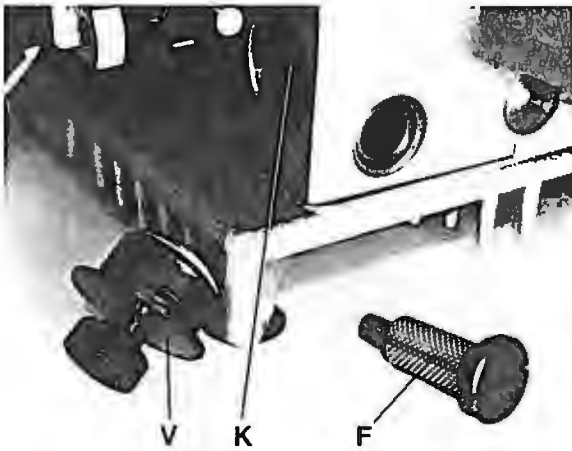

Fig.14
The oil filter (F, Fig. 14) has to be cleaned periodically in petroleum, according to its contamination. The oil filter can be removed by turning it counter-clockwise.
Chamber (K, Fig. 14) behind plug (V) has to be cleaned periodically, according to its contamination.
Der Ölfilter (F, Fig. 14) muß periodisch, je nach Verschmutzung in Petroleum gereinigt werden. Der Ölfilter kann durch Drehen im Uhrzeigersinn entfernt werden.
Die Kammer (K, Fig. 14) hinter dem Verschlussstopfen (V) muß periodisch, je nach Verschmutzung gereinigt werden.